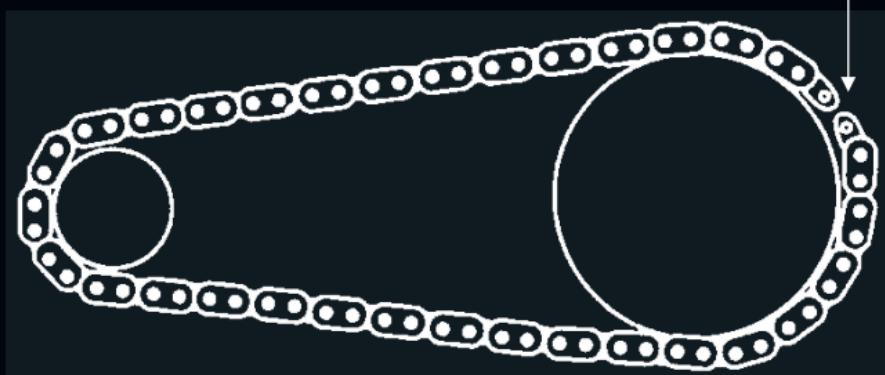

Abb. 3
- Die Kette auf Kettenrad und Ritzel auf legen und die Enden mit dem präparierten Teil des Kettenschlosses lose verbinden. Dazu die Bolzen durch die offenen Hülsen an den beiden Kettenenden schieben. Dabei ist es zur Fixierung der Kette hilfreich, die offenen Enden der Kette auf das Kettenrad aufzulegen (Abb. 3).